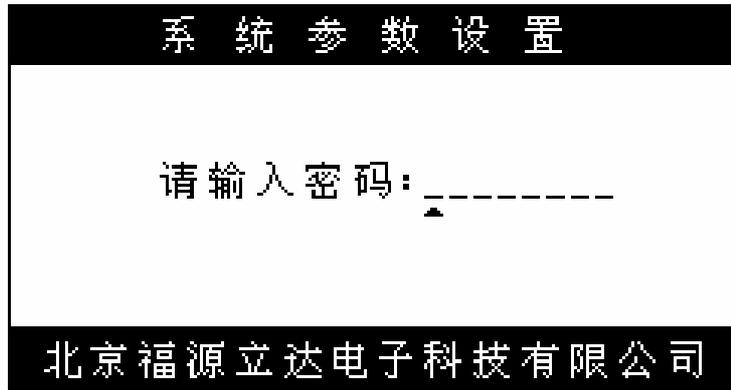

图 11 系统参数设置
2. 系统进入“系统参数设置请输入密码”界面（见图 11），在此界面下，操作“向左”和“向右”键可以移动光标选择要修改的数位。操作“向上”和“向下”键可以改变光标所选位数值的大小，将密码设为“11111111”按“确认”键确认。